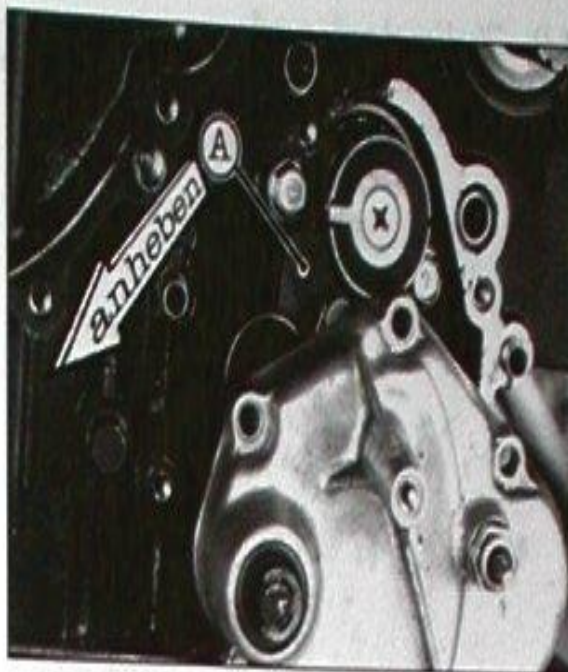

Bild 153
- Zwischen Deckel und Gehäuse greifen und Schaltklinken gegen Federkraft zurückdrücken. Deckel samt Schaltwelle abnehmen (Bild 153).